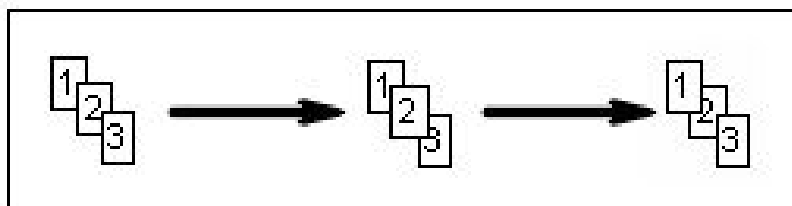

Рис. 3.137
На **Панели инструментов для выносок** находятся еще два инструмента – **Переместить по порядку вверх**  и **Переместить по порядку вниз** . Они используются для изменения порядка наложения выносок (Рис. 3.137). Данные инструменты работают как для одной выноски, так и для группы выносок:
1. Выделите выноску 2 (левая часть Рис. 3.137).
2. Выберите инструмент **Переместить по порядку вверх** . При этом произойдет перемещение выбранной выноски (или группы выносок) на самый верхний уровень (средняя часть Рис. 3.137).
3. Выберите инструмент **Переместить по порядку вниз** . При этом произойдет перемещение выбранной выноски (или группы выносок) на самый нижний уровень (правая часть Рис. 3.137).